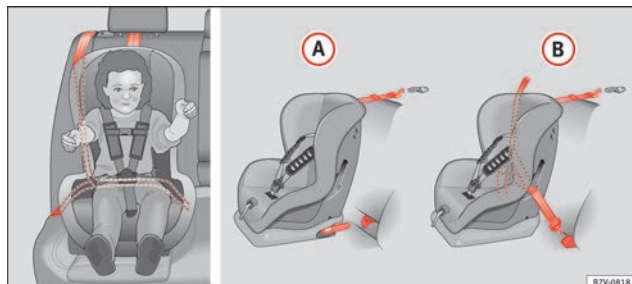

Fig. 65 En los asientos traseros: posibles montajes del asiento para niños.
La ilustración »» **fig. 65 (A)** muestra la fijación básica del sistema de retención para niños con las anillas de sujeción inferiores y el cinturón de sujeción superior. La ilustración »» **fig. 65 (B)** muestra la fijación del sistema de retención para niños con el cinturón de seguridad del vehículo.